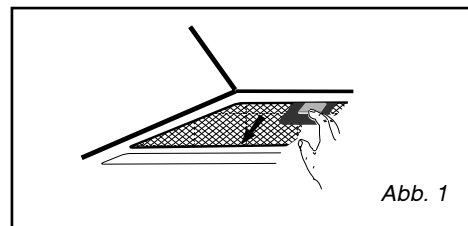

Abb. 1
- Auf den Griff der Filterkassette drücken (Abb. 1).